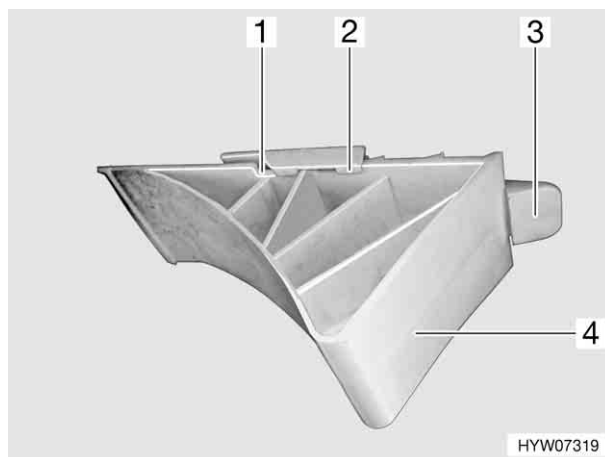

Fig. 8 Cuneo d'arresto
- Spingere il passante di sostegno (Fig. 8,3) verso l'alto.
- Tirare in avanti il cuneo d'arresto (Fig. 8,4) fino a che le fresature del cuneo d'arresto (Fig. 8,1) non coincidono con i naselli del supporto (Fig. 8,2).